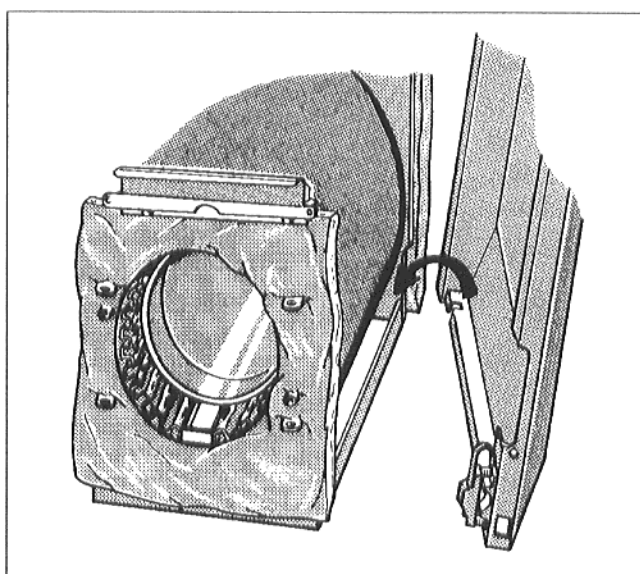

Fig. 9
- Insérer les rebords inférieurs des panneaux latéraux droite et gauche dans la cornière inférieure du châssis de la chaudière (Fig. 9).